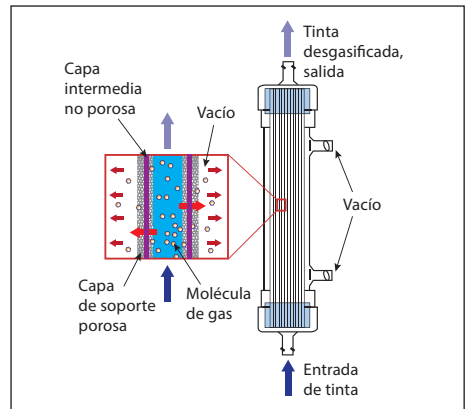

Imagen 2: Esquema de la fibra que muestra el flujo direccional
- 3.2 Conecte la entrada/salida de tinta y los puertos de vacío. (Ver Imagen 2). Compruebe que las superficies de conexión están limpias y no presentan daños. Asegúrese de no apretar demasiado los cierres Luer Lock.